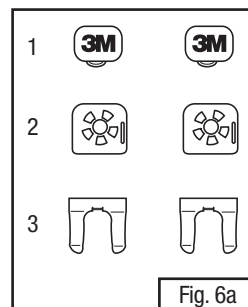

Fig. 6a
- La Fig. 6 montre la trousse de pivot Du haut vers le bas, la partie marquée du logo 3M est le support (1), la partie suivante est la plaque arrière (2) et la partie du bas de la Fig. 6a est la pince à ressort en métal (3).